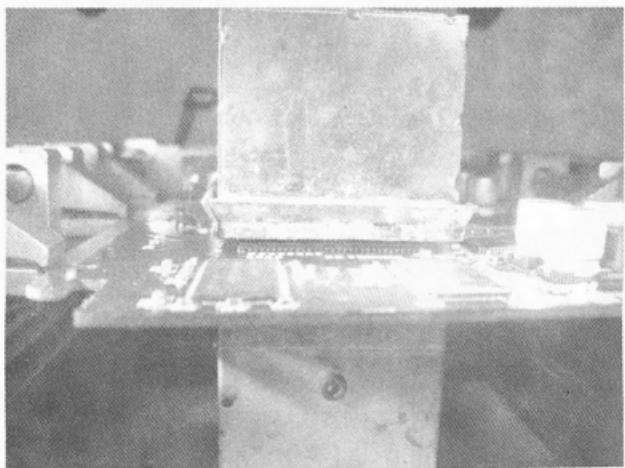

图 4-45 焊接中
(11) 调整好风嘴，开始加热。注意观察锡珠变化，锡珠完全熔化后即可停止加热，如图 4-45 所示。